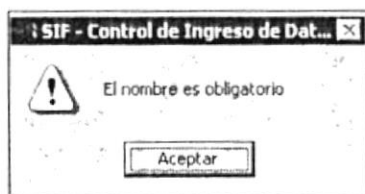

Figura 7.5 Mensaje de Advertencia
2. Si es que no ingresó el nombre de la ciudad saldrá el mensaje de la Figura 7.5